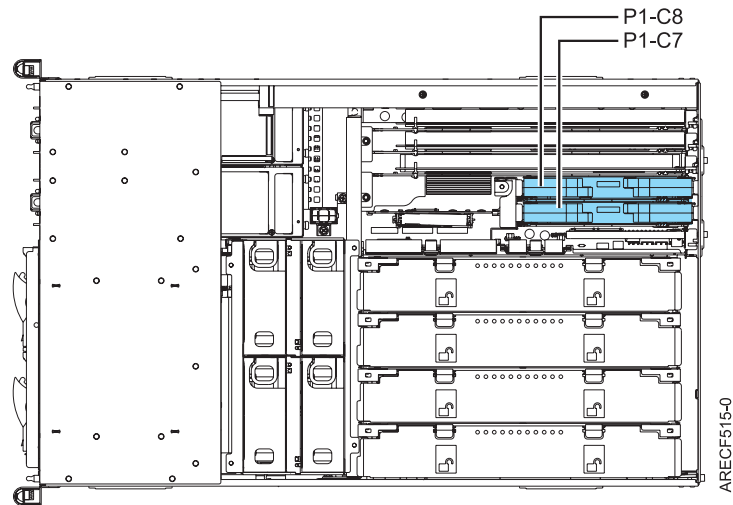

Figure 1. Vue de dessus des emplacements P1-C7 et P1-C8
8. Localisez l'emplacement dans lequel l'adaptateur GX doit être installé. Si le système ne compte qu'une seule carte processeur, utilisez un adaptateur code dispositif 5609 (GX+) et installez-le dans l'emplacement P1-C8 comme indiqué dans la figure 1, à la page 3. Si deux cartes processeur sont installées, un second adaptateur GX sera inséré dans l'emplacement P1-C7. Pour utiliser un adaptateur FC 5616 (GX++) DDR, deux cartes processeur ou plus sont requises.